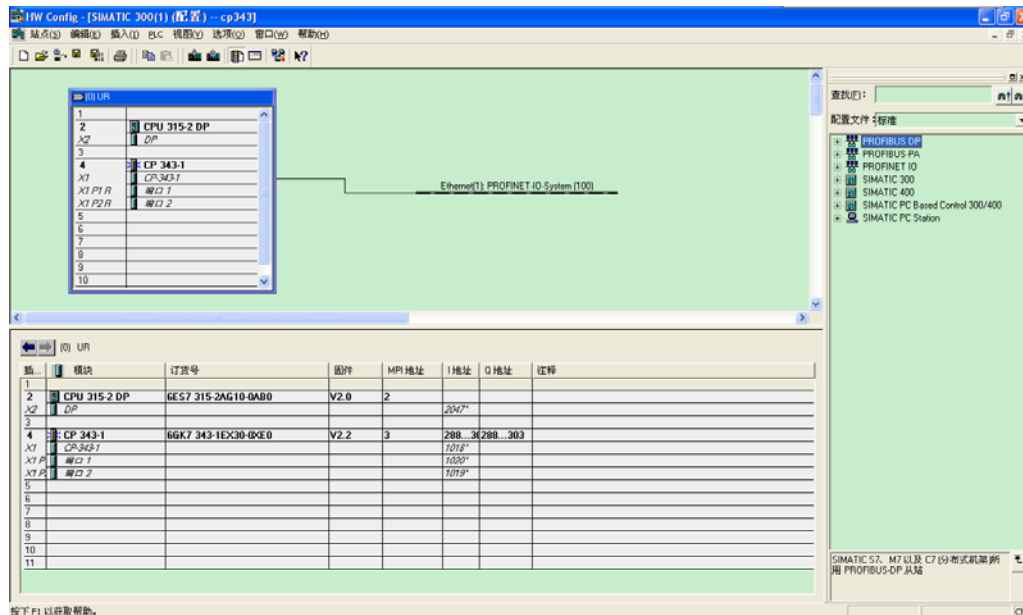

图 29
- 2) 打开 STEP7 软件，完成 PLC 的硬件组态，如图 29 所示。需要注意的是，CP343-1 模块的 I 地址和 Q 地址的首地址，均为 288。